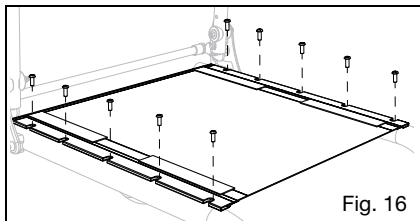

Fig. 16
2. Afloje los tornillos de cabeza de estrella (Fig. 16) en el mismo lado de la tapicería del asiento que la lengüeta de tensión ajustable.
6. Vuelva a apretar los tornillos de cabeza de estrella (Fig. 16).
1. Quite los tornillos de cabeza de estrella de 5 mm (Fig. 16) de los rieles del asiento a cada lado del armazón y déjelos a un lado.
5. Coloque de nuevo los tornillos de cabeza de estrella de 5 mm (Fig. 16) enroscándolos parcialmente en su lugar. Una vez que todos los tornillos estén posicionados en su sitio, regrese sobre cada uno de ellos y fíjelos bien.